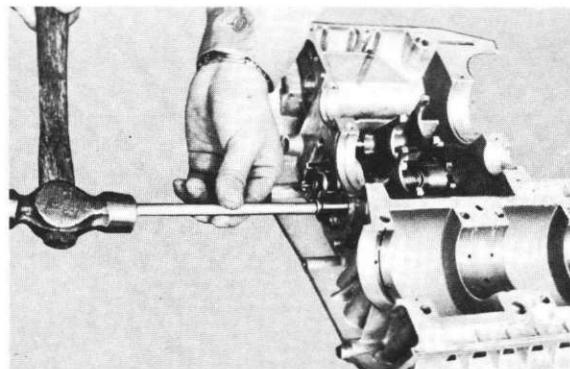

Fig. 4-15-4
- 3) Pull out the guide bars, and then remove the shift fork (Figs. 4-15-4 and 5).
- 3) Retirez les barres de guidage et enlevez les fourchettes. (Fig. 4-15-4 et 5)
- 3) Führungsgestänge herausziehen und Schaltgabel entfernen. (Abb. 4-15-4 und 5)